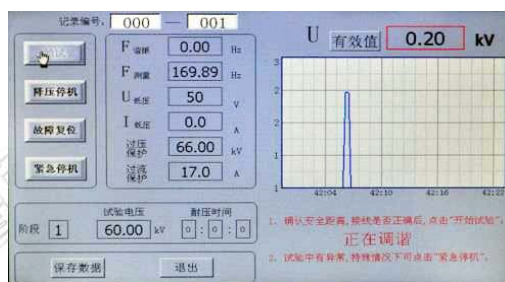

图7
- (14) 点击“开始试验”, 系统自动寻找谐振点, 右下角提示“正在调谐, 如有异常情况, 请点击“降压停机””; 蓝代表电压曲线, 显示界面如图 7。